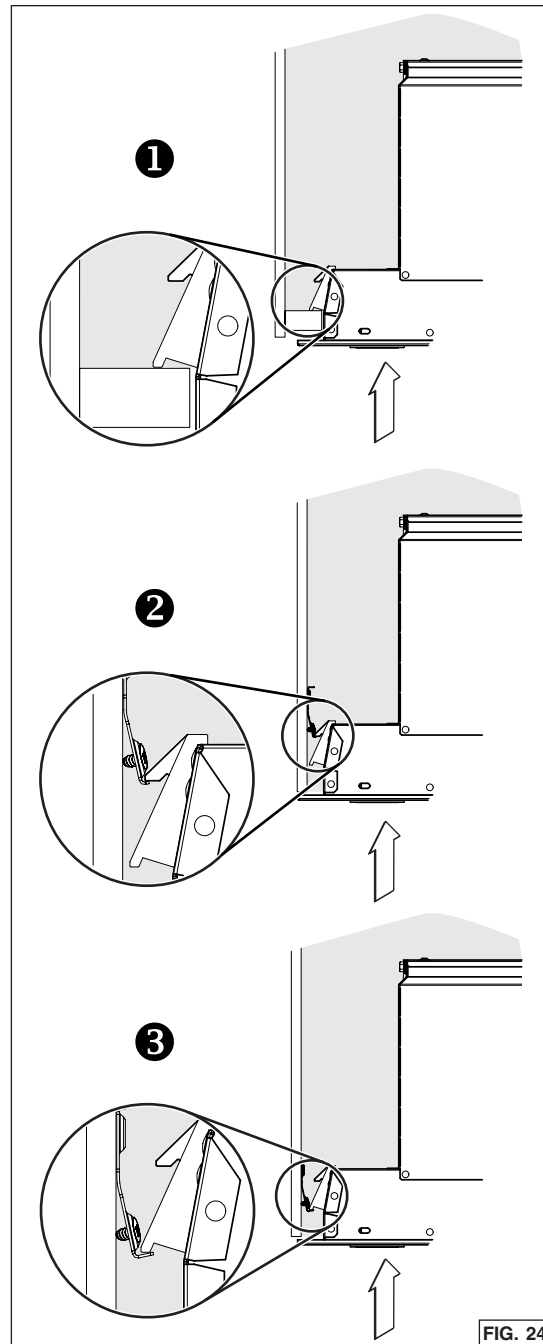

FIG. 24
3. Insérer l'appareil dans l'armoire, jusqu'à ressentir un « clic » provenant des deux côtés de l'appareil, confirmant que les crochets *Ease of Install* s'appuient sur le dessus des côtés de la base de l'armoire ❶, ou sur les rebords des supports d'armoire ❷ ou ❸ (FIG. 24). Bouger l'appareil de gauche à droite, d'avant à l'arrière et le lever pour vérifier que les crochets *Ease of Install* retiennent l'appareil à l'intérieur de l'armoire.